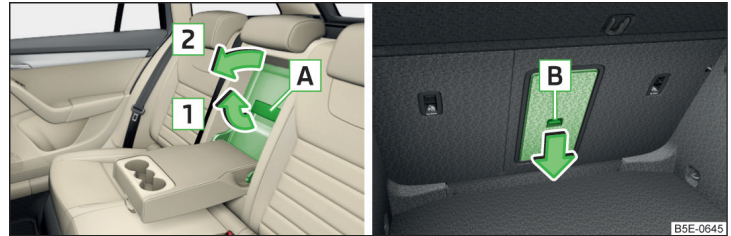

Abb. 115 Deckel öffnen: vom Fahrgastraum aus / vom Gepäckraum aus
- Den Deckel im oberen Bereich andrücken und gleichzeitig am Griff **A** in Pfeilrichtung **1** ziehen und den Deckel in Pfeilrichtung **2** herunterklappen » Abb. 115.
» Abb. 115 auf Seite 102.